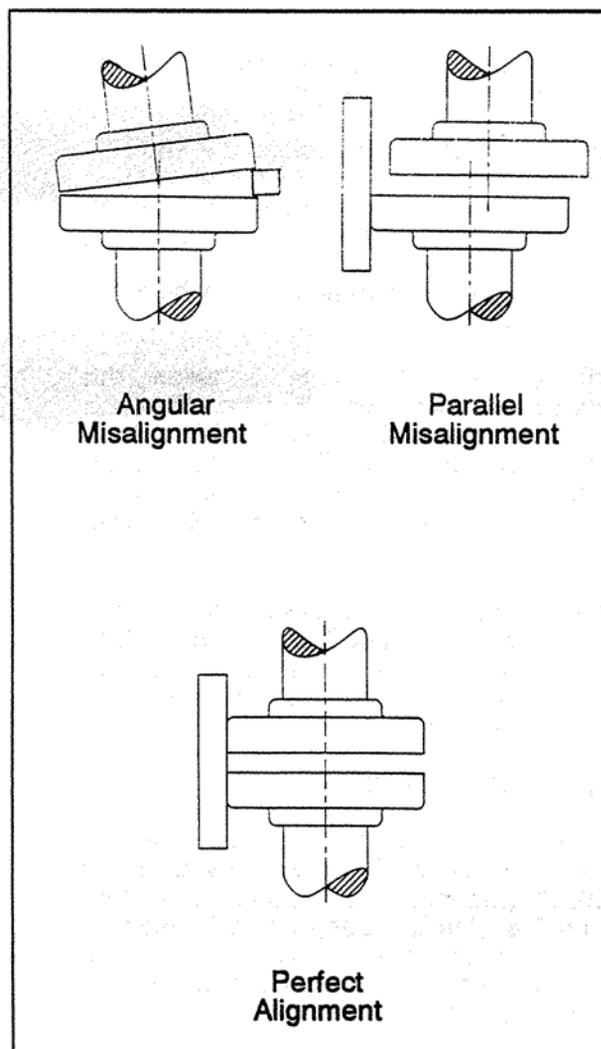

Figure 3: Raccordement direct - alignement
1. Sur l'une des moitiés de l'accouplement (X), monter deux indicateurs à cadran en contact avec l'autre moitié de l'accouplement (Y), voir figure 3.
L'alignement angulaire d'un groupe est correct lorsque le comparateur A (angulaire) de la Figure 3, ne dévie pas de plus de 0.003" (0,076 mm) dans le cadre d'une mesure effectuée en quatre points distants de 90° sur le périmètre de l'accouplement à la température de service. Les deux méthodes décrites ci-dessous permettent d'obtenir l'alignement souhaité.